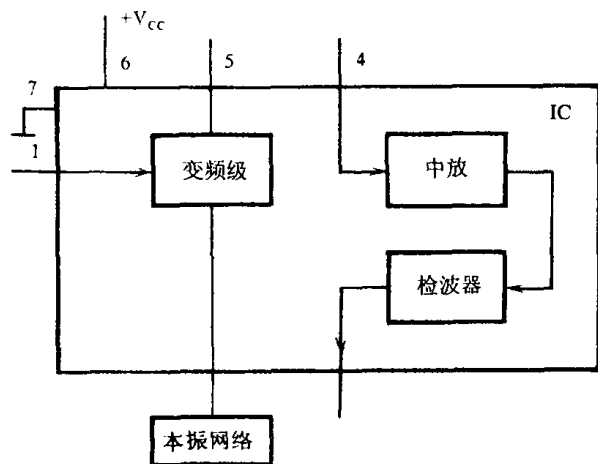

图 1-3 集成电路内电路方框图示意图
③ 集成电路内部电路方框图。集成电路内部电路组成情况可以用内部电路或内部电路方框图来表示,由于集成电路内部电路十分复杂,所以在许多情况下采用方框图来表示更有益于读图。从集成电路的内部电路方框图中可以了解到集成电路的组成、有关引脚的作用等读图信息,这对阅读该集成电路的应用电路是十分有用的,图 1-3 所示是某型号收音中放集成电路的内部电路方框图示意图。
集成电路内部电路组成情况可以用内部电路或内部电路方框图来表示,由于集成电路内部电路十分复杂,所以在许多情况下采用方框图来表示更有益于读图。从集成电路的内部电路方框图中可以了解到集成电路的组成、有关引脚的作用等读图信息,这对阅读该集成电路的应用电路是十分有用的,图 1-3 所示是某型号收音中放集成电路的内部电路方框图示意图。